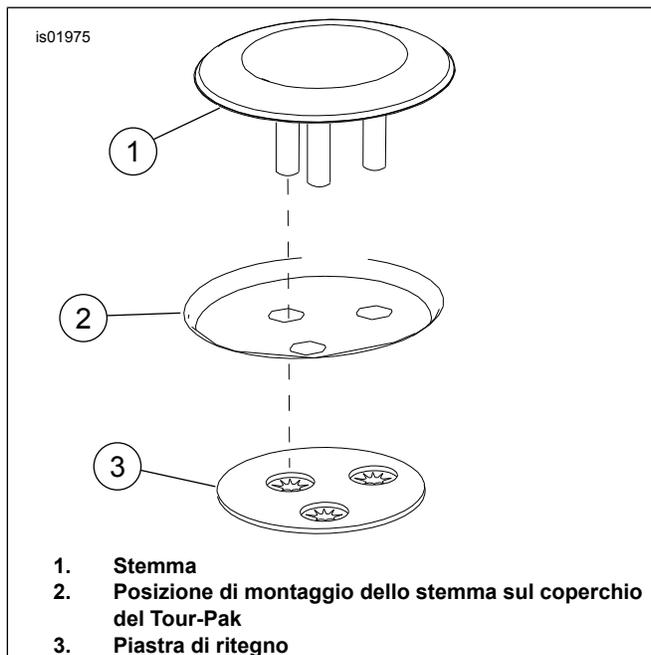

Figura 3. Installazione dello stemma
12. Vedere Figura 3. Installare lo stemma (1) nella posizione di montaggio (2) sul coperchio del Tour-Pak e fissarlo con la piastra di ritegno (3). Tenere saldamente in posizione lo stemma contro il coperchio del Tour-Pak, installare la piastra di ritegno sopra i denti metallici dello stemma. Premere saldamente la piastra di ritegno contro il coperchio del Tour-Pak per tenere fermamente in posizione lo stemma.